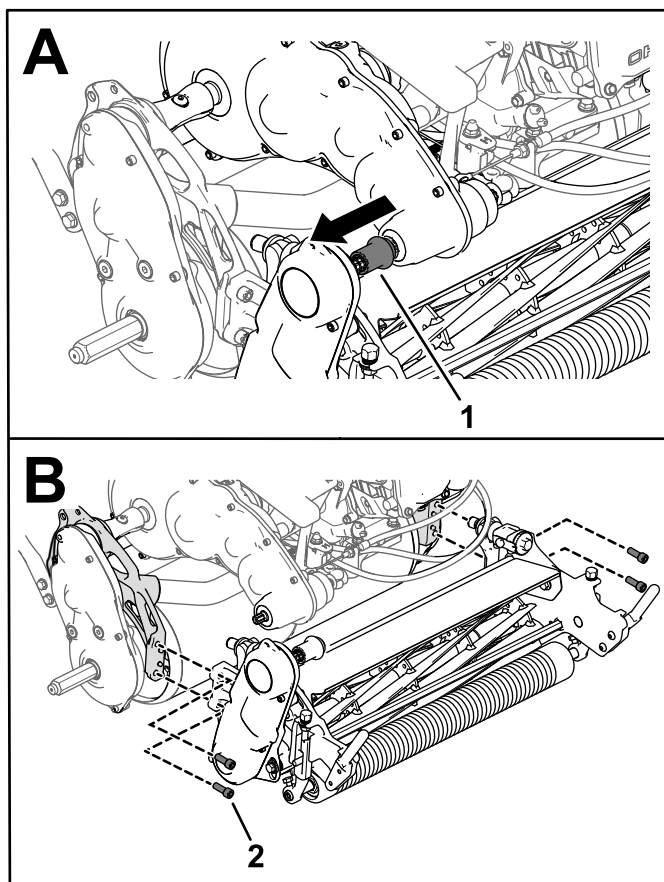

Figura 51
3. Rilasciate l'accoppiatore della trasmissione dell'apparato di taglio dall'albero di trasmissione (**Figura 51**).
4. Rimuovete le viti a testa incassata che fissano l'apparato di taglio al telaio (**Figura 51**).